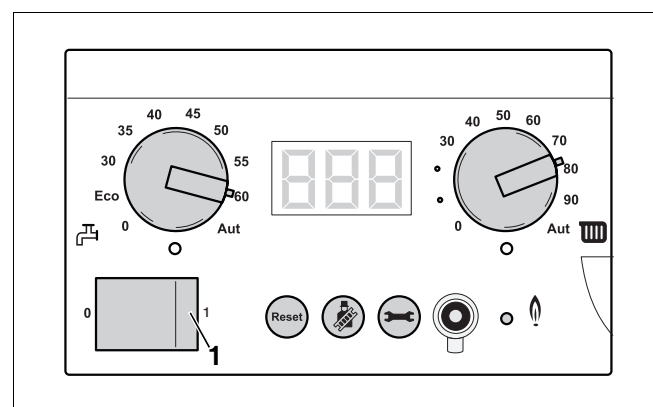

Fig. 98 Basiscontroller BC10
- Sluk for gaskedlen på panelafbryderen på BC10 (fig. 98, **pos. 1**). Derved kobles brænderen også fra automatisk.
- Sluk for gaskedlen på BC10's panelafbryder (fig. 98).